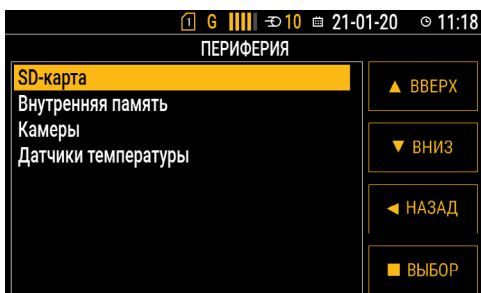

Рис.107. Меню настройки камер.
- в устройстве «АвтоГРАФ-GSM-ИНФО 5» необходимо выбрать *Главное меню/Настройки*, далее ввести код устройства и перейти в меню *Периферия/Камеры*. В меню «Выбор камеры» приведен список камер, настроенных в устройстве (**Рис.107**) – адреса и настройки которых были записаны в устройство при помощи программы «АвтоГРАФ-GSM-ИНФО 5»;